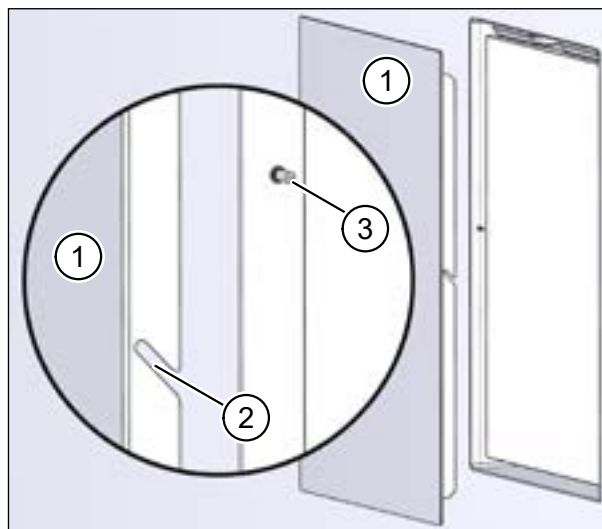

Рис. 52: установить крышку U2
- Удалите остатки штукатурки и грязи, чтобы крышка U2 (поз. 1 на рис. 52) плотно прилегла к внутренней стене.
- ▶ Осторожно опустите крышку вниз. Выемки (поз. 2 на рис. 52) на удерживающей пластине вставляются в штифты (поз. 3 на рис. 52) рамы монтажной коробки.